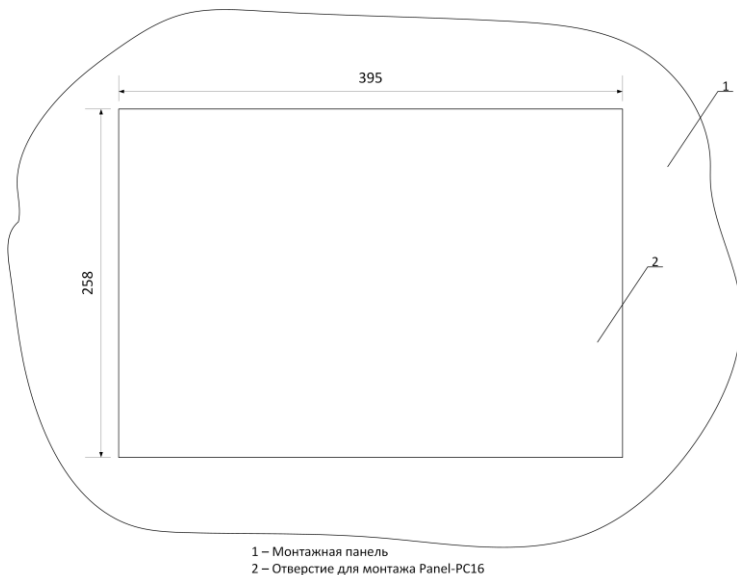
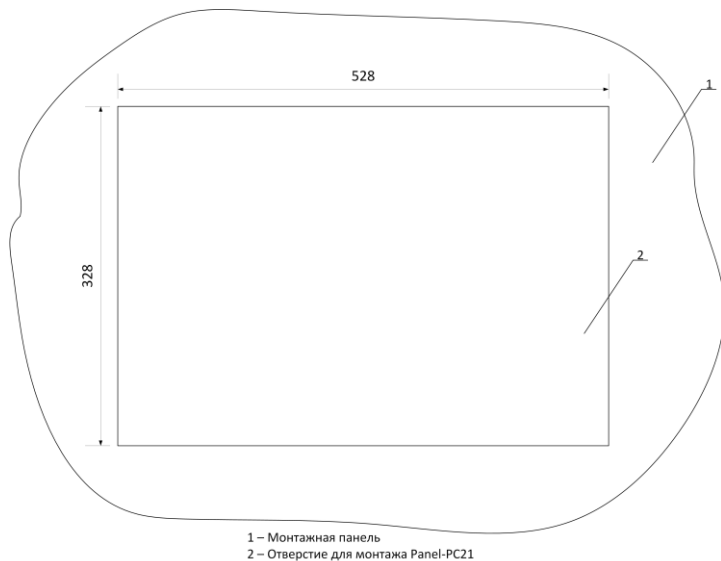

Рис. 3.1. Монтажное отверстие для Panel-PC-RU-16
Рис. 3.5. Монтажное отверстие для Panel-PC-RU-21
- установкой в прямоугольное отверстие путем врезания в переднюю панель шкафа. Для крепления промышленного ПК на монтажной панели, или двери шкафа, используются зажимы с винтами, которые входят в комплект поставки. Размеры отверстия в зависимости от диагонали приведены на рис. 3.1 – рис. 3.5;